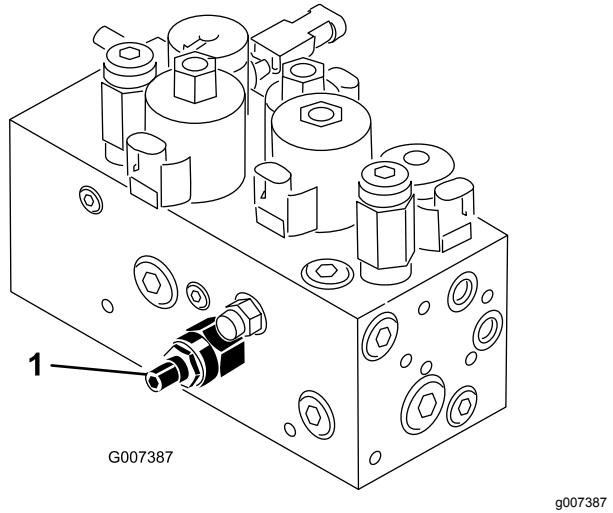

Figura 46
Il circuito di sollevamento/abbassamento degli apparati di taglio è provvisto di una valvola di regolazione del flusso (Figura 46). Questa valvola è preimpostata in fabbrica a circa 3 giri di apertura, ma può essere necessario regolarla per compensare le differenze di temperatura del fluido idraulico, velocità di tosatura, ecc.
1. Alzate il sedile e individuate la valvola di regolazione del flusso per il telaio di trazione centrale (Figura 46) situata sul lato del collettore idraulico.